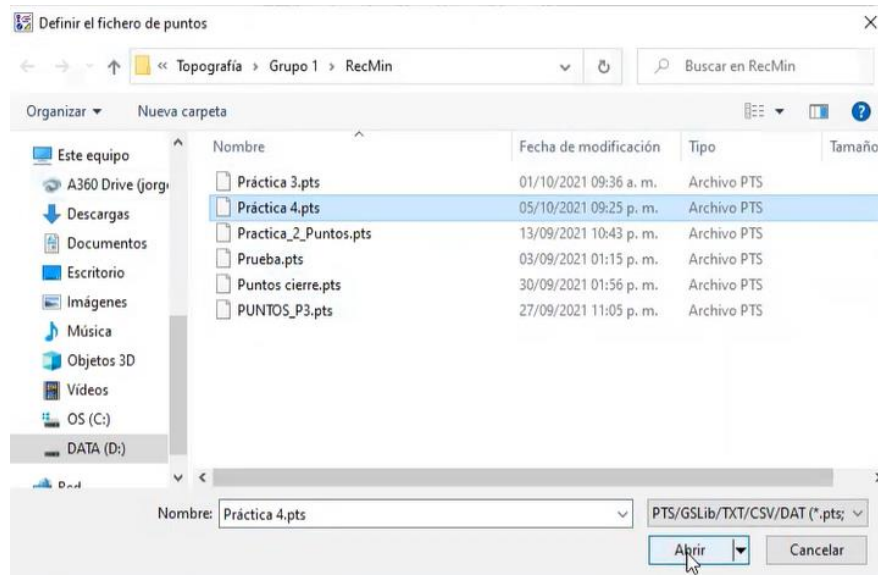

Figura 251. Archivo importado.
62. En la nueva pestaña, buscar y seleccionar el archivo que se importó. Presionar “Abrir”. Figura 251.